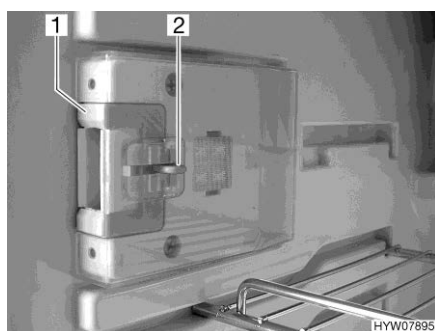
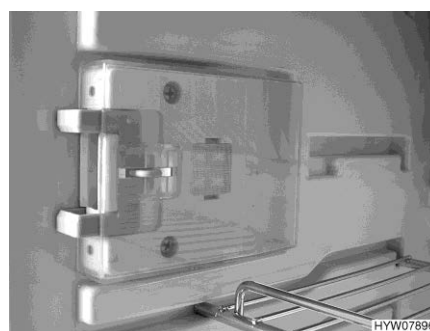

Fig. 260 Dispositivo di chiusura (posizione normale)
Fig. 261 Dispositivo di chiusura (posizione di ricircolo d'aria)
- Premere il dispositivo di sblocco (Fig. 260,2).
- Spingere il dispositivo di chiusura (Fig. 260,1) in avanti (Fig. 261).